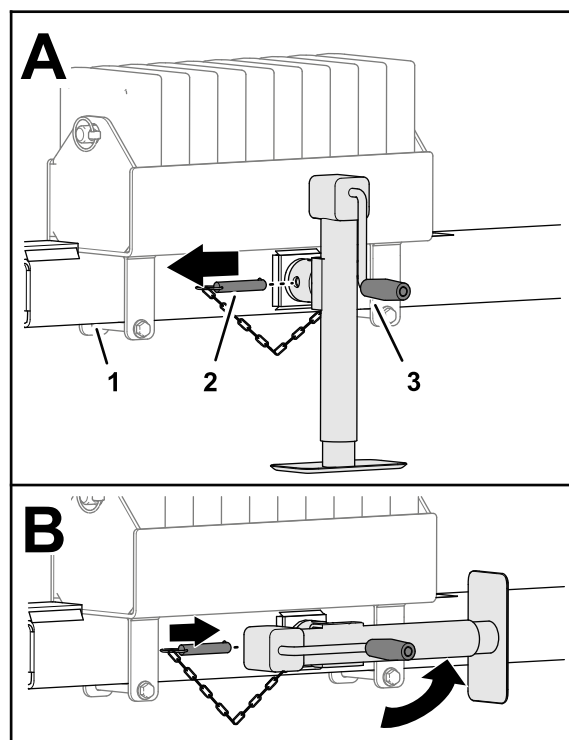

Figura 28
4. Retire o pino (Figura 28).
5. Rode o macaco na horizontal (Figura 28).
6. Insira o pino nos furos horizontais do macaco e do tubo de engate (Figura 28).